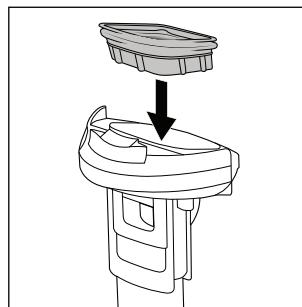

Fig. 28
- ◆ Une fois les pièces séchées, replacez le filtre à impuretés ⑩ dans le couvercle du réservoir d'eau sale ⑨ (voir fig. 28).